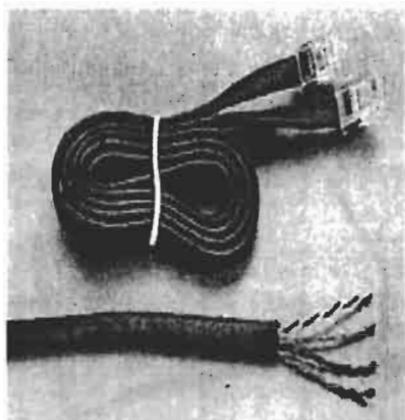

Figura V.2. Diferentes cables utilizados en la conexión de Red.
**10BASE-2:** o bien **RG58**, o **BNC** o **cable coaxial fino** (Figura V.2). Es uno de los cables más clásicos; de un diámetro entorno a 0,5 cm, cada tramo puede tener una longitud máxima de 185 m, con unos 30 ordenadores distribuidos en ese espacio. Es relativamente fácil de usar y montar, aunque resulta algo delicado y puede ser difícil detectar dónde está roto.